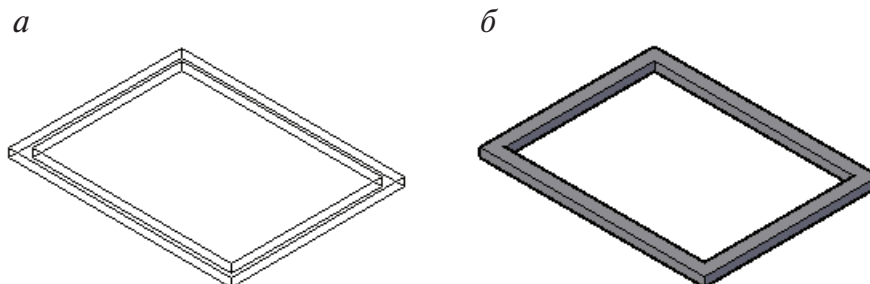

Рис. 168. Результат выполнения команды Сдвиг:
**СДВИГ** Выберите траекторию сдвига или [выравнивание Базовая точка Масштаб Закручивание]: укажем курсором траекторию (большой прямоугольник) ↵ (рис. 168).
Для наглядности поменяем визуальный стиль 2D-каркас (см. рис. 168, а) на Концептуальный  Концептуальный (см. рис. 168, б), выбрав его из списка Визуальные стили панели Вид.